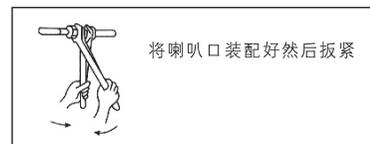

图 19
(3) 用两把扳手按图19那样双手用力且参照表(5)的扭矩牢固地扳紧。